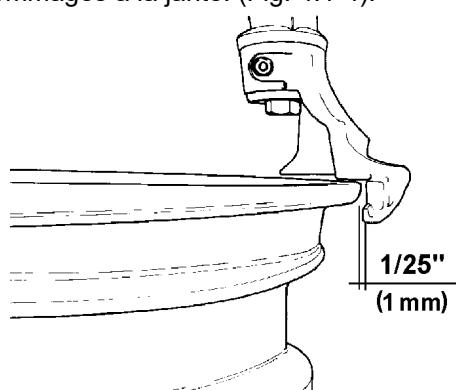

Fig. 4.1-4
E. Mettre l'outil en contact avec le bord de la jante et le bloquer: l'outil s'éloigne automatiquement du bord de la jante en sens vertical. Tourner la poignée de réglage jusqu'à ce que l'outil s'éloigne du bord de la jante à peu près de $1/16"$ (2mm): celà est nécessaire pour éviter des dommages à la jante. (Fig. 4.1-4).